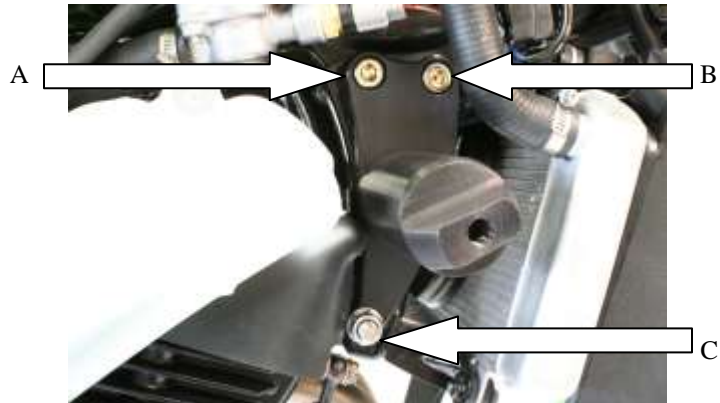

ABBILDUNG 1
- Montieren Sie die lange runde Verlängerung im Ausschnitt der gebogenen Metallhalterung (mit dem Ausschnitt an der Rückseite). Benutzen Sie drei der kürzeren M10x30mm Innensechskantschrauben vom Kit. Die Verlängerung passt nur in eine Richtung rein– siehe Abbildung 1. Ziehen Sie diese Schrauben fest.